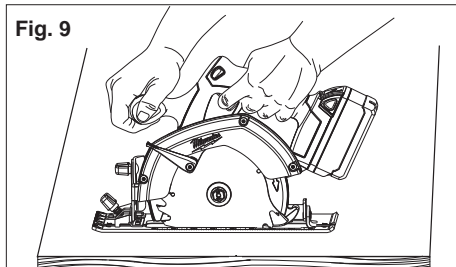

Fig. 9
3. Quand le patin repose à plat contre la pièce de travail, avancer la scie vers le coin éloigné (Fig. 9). Relâcher la détente et laisser la lame s'arrêter complètement avant de la retirer de la pièce de travail. Répéter les étapes ci-dessus pour chaque côté de l'ouverture. Utiliser une scie alternative Sawzall®, une scie sauteuse ou une petite scie égoïne pour finir les coins s'ils ne sont pas complètement coupés.